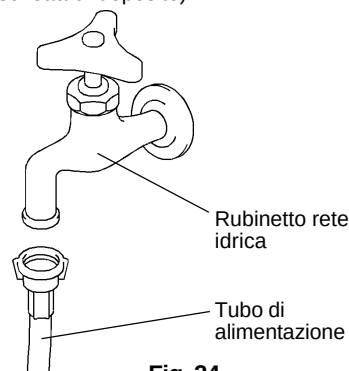

Fig. 24
- 2) Collegare l'altra estremità del flessibile al rubinetto dell'acqua (Fig. 24), accertandosi che la guarnizione sia correttamente posizionata prima di avviarla come sopra. Si consiglia di tenere una valvola d'arresto a portata di mano.